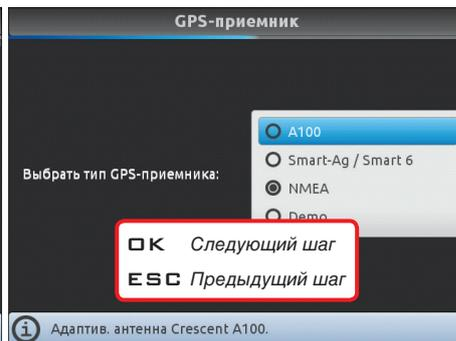

Рис. 39
- При первом включении на Bravo 400S появится справка, которая будет подсказывать, как выполнить правильную конфигурацию **Трактор**: выполните предложенные действия, выбирая требуемые варианты (смотрите пример на Рис. 39).